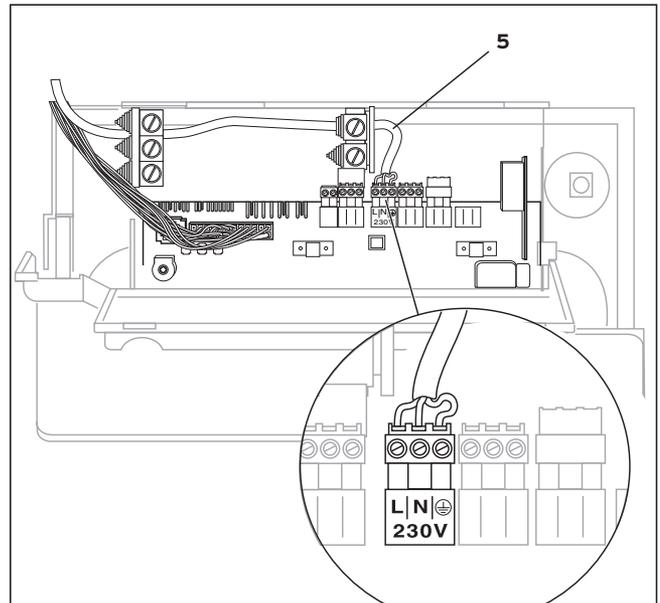

Abb. 4.9 Beispiel für Kabelführung
- Führen Sie anschließend die Anschlussleitungen (5) in die Elektronikbox ein und längen Sie die Leitungen ab (s. Abb. 4.9).
- Manteln Sie die Anschlussleitung ca. 2 - 3 cm ab, und isolieren Sie die Adern ab (s. Abb. 4.9).